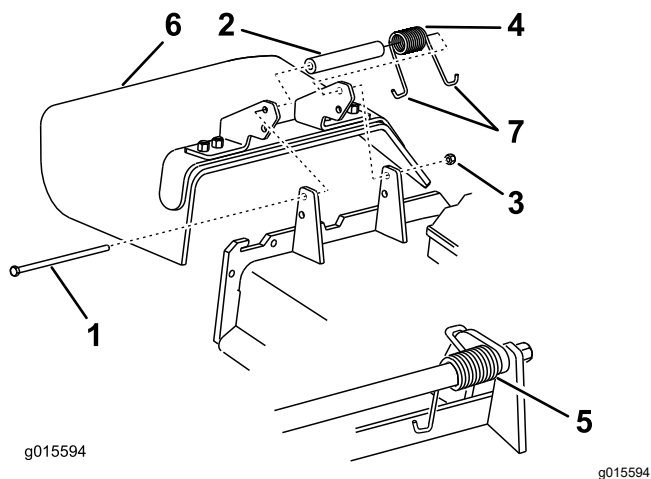

Figura 133
1. Retire la contratuerca, el perno, el muelle y el espaciador que sujetan el deflector a los soportes de pivote (Figura 133).
2. Retire el deflector de hierba dañado o desgastado (Figura 133).
Nota: Asegúrese de colocar un extremo en J del muelle detrás del reborde de la carcasa antes de instalar el perno, como se muestra en la Figura 133.
- Coloque un extremo en J del muelle alrededor del deflector de hierba (Figura 133).